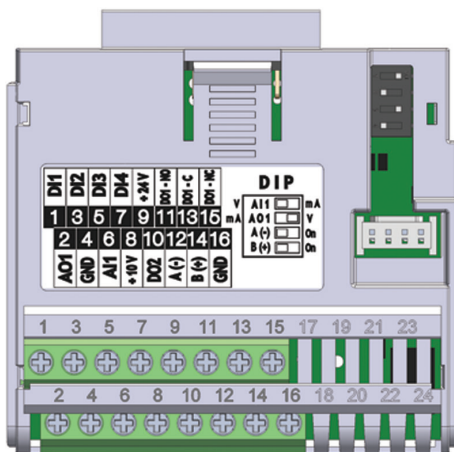

Figura 17.1: Módulo Plug-in CFW500-IOS
O módulo plug-in CFW500-IOS possui somente a interface Serial (1) através da porta RS-485 nos bornes 12(A-) e 14(B+), veja Figura 17.1 na página 17-1.